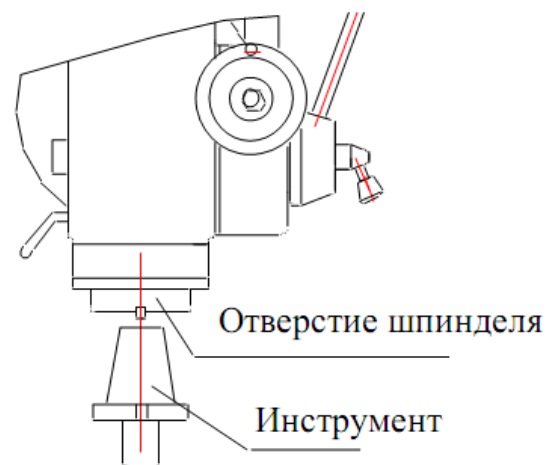

Рис. 2
4.7 Установка инструментов (Рис. 2)